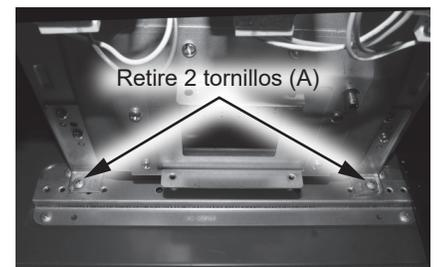
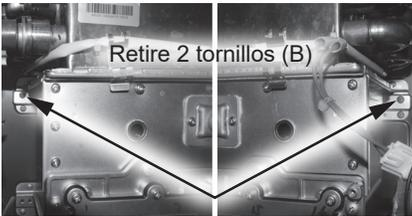

Figura 152 - Retiro de los tornillos del HEX principal (A)
Figura 153 - Retiro de los tornillos del HEX principal (B)
- 44 Ubique el soporte horizontal inferior y los dos tornillos (A) que fijan el conjunto de intercambiador de calor principal a la parte posterior del gabinete del calentador de agua como se muestra en la Figura 152. Use un destornillador Phillips imantado de 12" para retirar los tornillos. Déjelos a un lado en un lugar seguro para volver a instalarlos.
- 45** Ubique el soporte horizontal superior y los dos tornillos (B) que fijan el conjunto de intercambiador de calor principal a la parte posterior del gabinete del calentador de agua como se muestra en la Figura 153. Use un destornillador Phillips imantado de 12" para retirar los tornillos. Déjelos a un lado en un lugar seguro para volver a instalarlos.
75 Ubique los cuatro tornillos de montaje del intercambiador de calor principal que se retiraron anteriormente en los **Pasos 44 y 45**. Use un destornillador Phillips imantado de 12" y cuatro tornillos para fijar el intercambiador de calor los dos soportes horizontales. Consulte Figura 152 y la Figura 153.